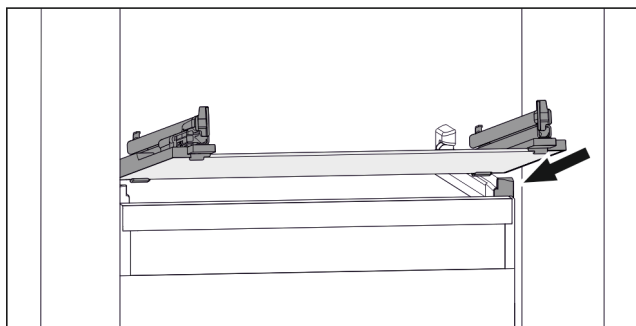

Fig. 107 Primjerni prikaz staklene ploče
- ▶ Stavite ladicu ukoso iza zaustavljača. (pogledajte Fig. 107)